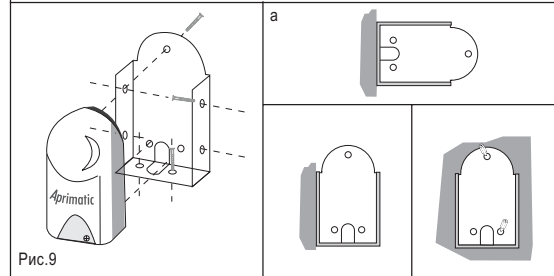

Рис.9
- c3 - Закрепите резиновую подкладку и зафиксируйте фотоэлемент на пластине с помощью винтов поставяемых в комплекте с пластиной (рис.9).